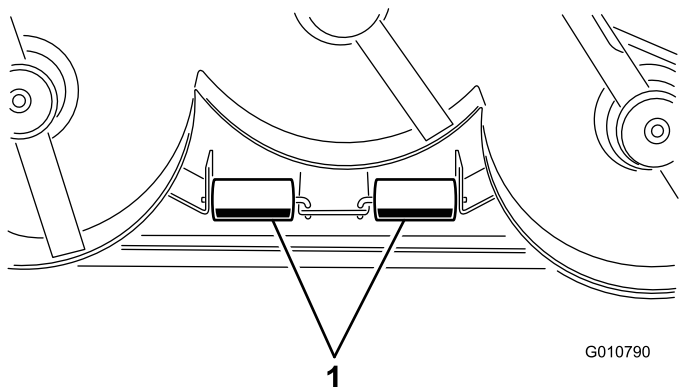

Bild 13
1. Nehmen Sie die Splints ab, mit denen die Rollenwellen an den Halterungen an der Unterseite des Mähwerks befestigt sind (Bild 13).